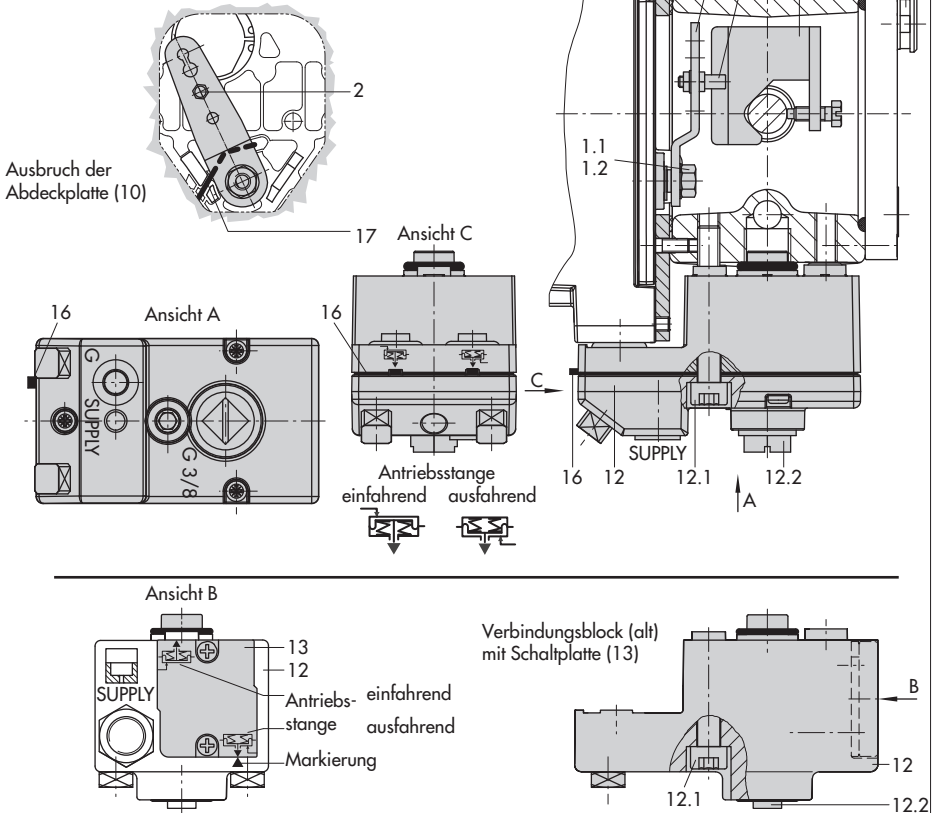

Bild 5 · Direktanbau – Stelldruckanschluss für Antrieb Typ 3277 mit 175 bis 750 cm²
Den Stellungsregler wie in Bild 5 dargestellt am Joch montieren. Der Stelldruck wird über den Verbindungsblock (12) auf den Antrieb geführt, bei Sicherheitsstellung „Antriebsstange ausfahrend“ intern über eine Bohrung im Ventiljoch und bei „Antriebsstange einfahrend“ durch eine externe Rohrverbindung.
1. Mitnehmer (3) an die Antriebsstange setzen, ausrichten und so festschrauben, dass die Befestigungsschraube in der Nut der Antriebsstange sitzt.
2. Abdeckplatte (10) mit schmaler Seite des Ausbruches (Bild 5 links) in Richtung zum Stelldruckanschluss befestigen, die aufgeklebte Flachdichtung (14) muss zum Antriebsjoch zeigen.
3. **Antriebe mit 355, 700 und 750 cm²:** Am Hebel M (1) den Abtaststift (2) aus Stiftposition **35** lösen und in die Bohrung für Stiftposition **50** verschrauben. **Antriebe 175 bis 350 cm² mit 15 mm Hub:** Der Abtaststift (2) verbleibt auf Stiftposition **35** (Lieferzustand).
4. Formdichtung (15) in die Nut des Stellungsreglergehäuses einlegen, dabei die vier Haltenippel über die Gehäuse-schrauben und die beiden Klemmnippel in die Gehäuseausparungen drücken.
5. Vorspannfeder (17) unter den Hebel (1) durch den Steg führen und in die Gehäusebohrung einstecken, Hebel (1) bis
6. Kontrollieren, ob die Zunge der Dichtung (16) seitlich am Verbindungsblock so ausgerichtet ist, dass das Antriebs-symbol für „Antriebsstange ausfahrend/einfahrend“ mit der Ausführung des Antriebes übereinstimmt. Andernfalls müssen die drei Befestigungsschrauben entfernt, die Deckplatte abgehoben und die Dichtung (16) um 180° gedreht wieder eingelegt werden. Beim alten Verbindungsblock (Bild 5 unten) muss die Schaltplatte (13) so gedreht werden, dass das entsprechende Antriebsymbol zur Pfeilmarkierung ausgerichtet ist.
8. Verbindungsblock (12) mit seinen Dicht-ringen an Stellungsregler und Antriebs-joch ansetzen und mit Befestigungs-schraube (12.1) festziehen. Bei Antrieb „Antriebsstange einfahrend“ zusätzlich den Stopfen (12.2) entfernen und die externe Stelldruckleitung montieren.